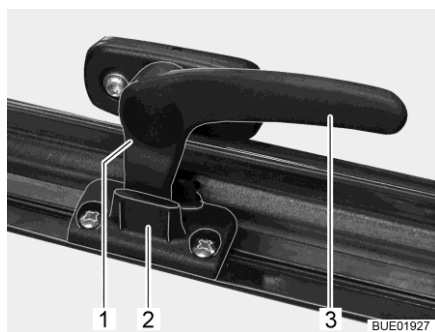

Fig. 23 Levier de verrouillage en position "Aération permanente"
- En position "Aération permanente" (Fig. 23)
- Tourner le levier de verrouillage (Fig. 23,3) d'un quart de tour vers le centre de la fenêtre.
- Tourner le levier de verrouillage d'un quart de tour vers le cadre de la fenêtre. Le tenon de verrouillage (Fig. 23,1) doit pénétrer alors dans le logement prévu à cet effet dans le verrouillage de fenêtre (Fig. 23,2).